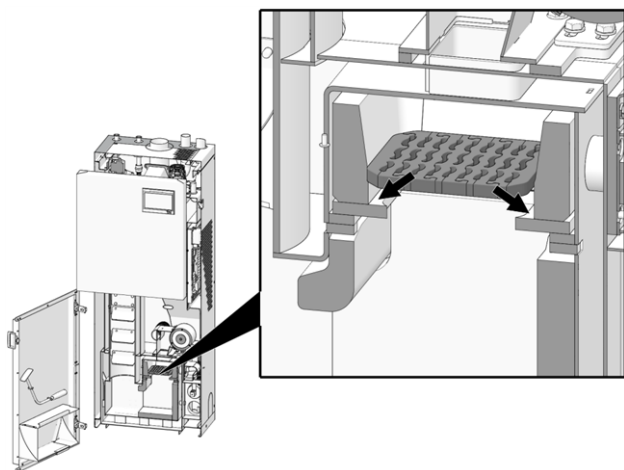

Abb. 2-52: Pulire la superficie di appoggio della griglia
- ▶ Rimuovere la griglia **3** con una pinza a punta e inserire una nuova griglia (Nota: Prima di inserire la nuova griglia, pulire la superficie di appoggio > Abb. 2-52)